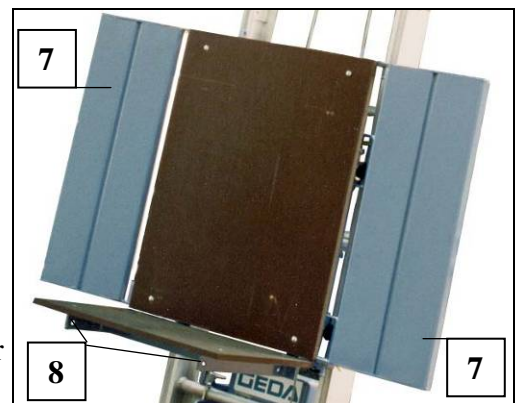

Fig. 43 Universeel plateau
- Aan beide kanten de buitenste moeren (11) en de veerringen van de voormonteerde schroeven (M12 x 40) eraf nemen.
- Frontbescherming met de schroeven (10) aan de voorste boringen van de draagprofielen (zie pos. 8 Fig. 43) van het universele plateau insteken.
- Veerring en moer (11) aan beide kanten monteren
- Beide buitenste moeren (11) vastdraaien.